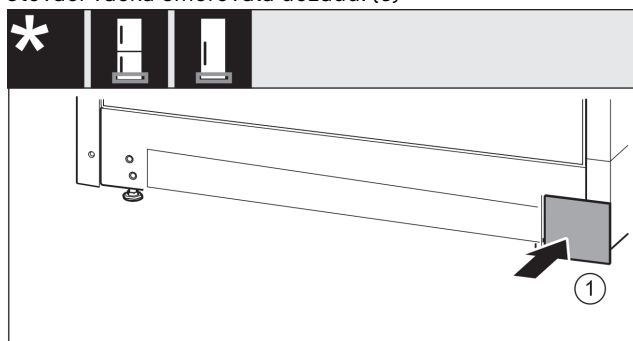

Fig. 35
- Kryt opět nasad'te na druhé straně. Fig. 35 (1)